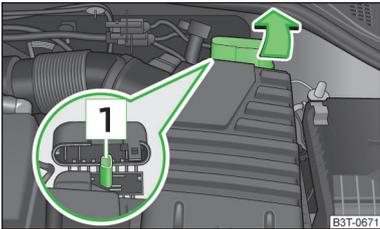

Abb. 186
Bei Fahrzeugen mit der Fahrzeugbatterie im Gepäckraum kann der Pluspol der stromgebenden Batterie mit einem Starthilfekabel nur an den Starthilfekontakt im Motorraum des zu startenden Fahrzeugs angeschlossen werden » Abb. 186 !
- Die Schutzkappe des Starthilfekontakts in Pfeilrichtung aufklappen » Abb. 186.